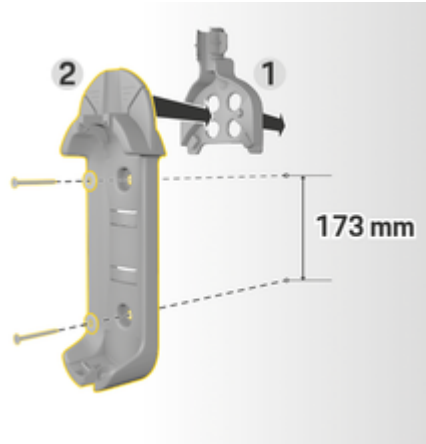

图 258: 钻孔尺寸
3. 将基本壁挂支架 2 (图 258) 从前面按入电缆线路导件 1 (图 258) 中。